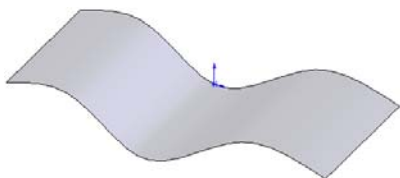

图 6-12 拉伸的曲面
**04** 确认拉伸曲面。按照图示进行设置，注意设置曲面拉伸的方向。然后单击属性管理器中的“确定”图标按钮，完成曲面拉伸，结果如图 6-12 所示。